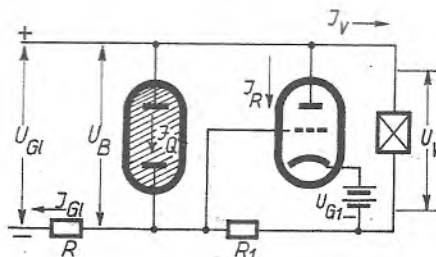

Abb. 1. Prinzipschaltbild der Regelung des Verbraucherstromes bei glimmstreckenstabilisierten Netzgleichrichtern
Aus der vorstehenden Gl. (2) ergibt sich für die Schaltung nach Abb. 1 die Beziehung: